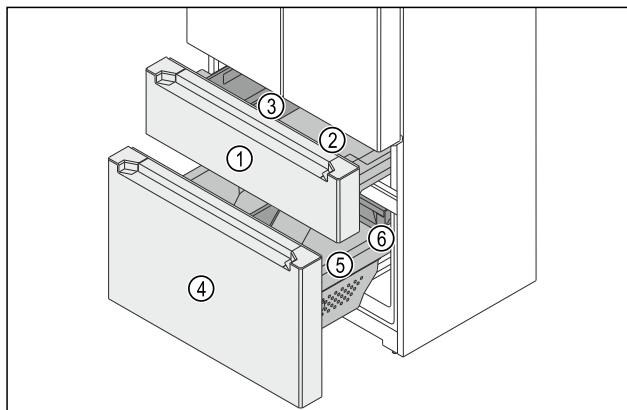

Fig. 175 Izvlačna kutija zamrzivača
- (1) Gornja izvlačna kutija
- (2) Spremnik
- (3) FlexBox
- (4) Donja izvlačna kutija
- (5) Spremnik
- (6) Ladica
Zamrzivač se sastoji od dvije izvlačne kutije. U gornjoj izvlačnoj kutiji Fig. 175 (1) nalaze se spremnik Fig. 175 (2) i FlexBox Fig. 175 (3). U donjoj izvlačnoj kutiji Fig. 175 (4) nalaze se veliki spremnik Fig. 175 (5) i ladica Fig. 175 (6). FlexBox i spremnike u gornjoj izvlačnoj kutiji možete izvaditi.